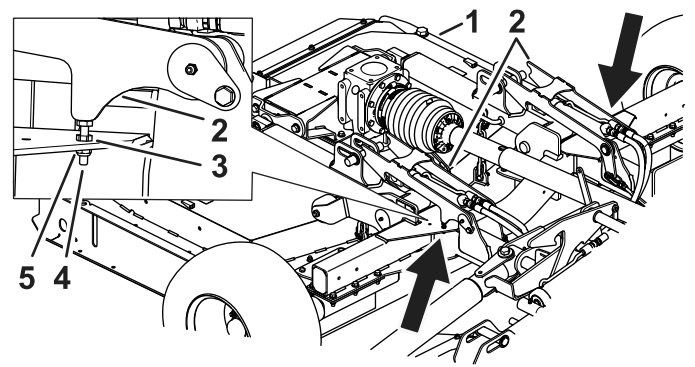

Figura 85
3. Después de ajustar el perno, apriete la contratuerca y la tuerca (Figura 85).
1. Afloje la contratuerca (Figura 85).
2. Ajuste el perno hacia arriba o hacia abajo para corregir la posición del bloqueo de la carcasa para que se enganche correctamente en los pasadores de la carcasa (Figura 85).